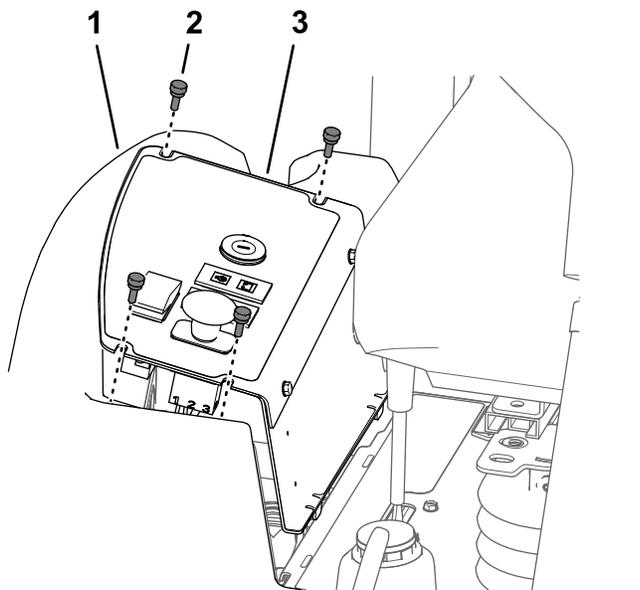

Figura 54
1. Retire los 4 tornillos moleteados que sujetan la placa del panel de control al depósito de combustible (Figura 54).
2. Levante la placa del panel de control (Figura 54).
3. Alinee las ranuras de la parte superior de la placa del panel de control con los taladros de la pestaña del depósito de combustible (Figura 54).
4. Monte la placa del panel de control en la pestaña del depósito de combustible con los 4 tornillos moleteados (Figura 54) que retiró en el paso 1 de Retirada de la placa del panel de control (página 52).